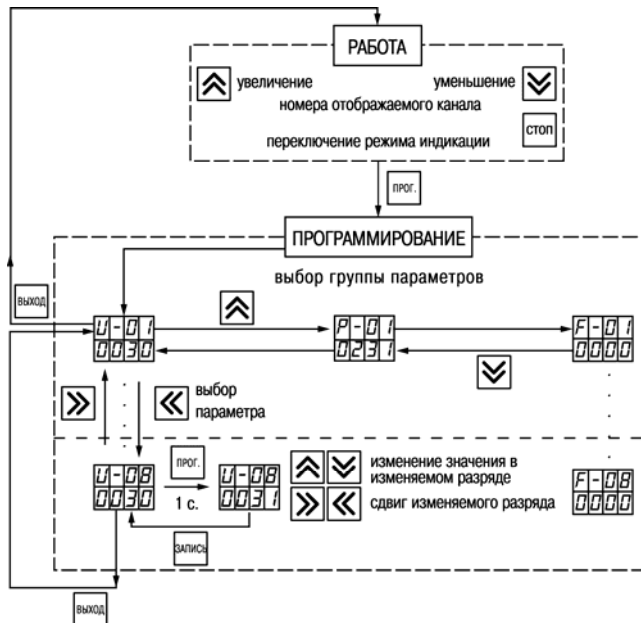

Рисунок 9.1
9.1.2 Программируемые параметры распределены на три группы – "U", "P" и "F" (рисунок 9.1).